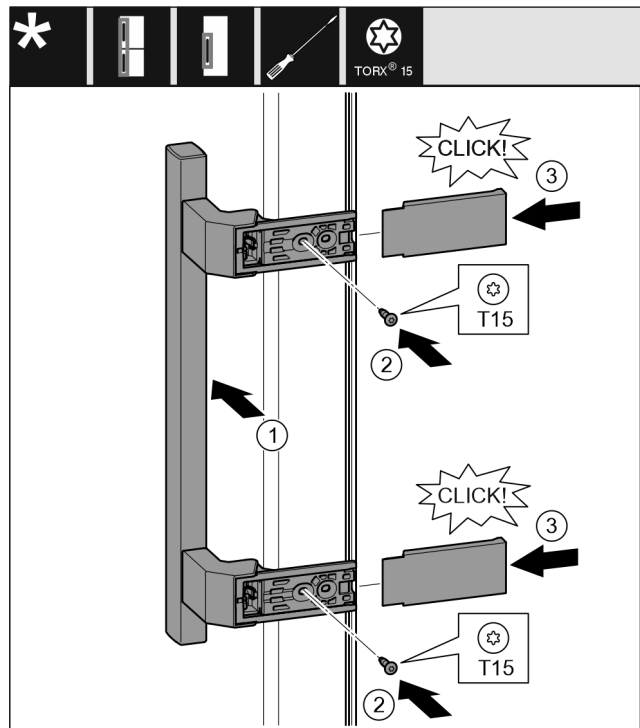

Fig. 22
- ▶ 将把手放到反面。 Fig. 22 (1)
- ▶ 用 T15 螺丝刀拧紧螺钉。 Fig. 22 (2)
- ▶ 将盖板放置到侧面并插入。 Fig. 22 (3)